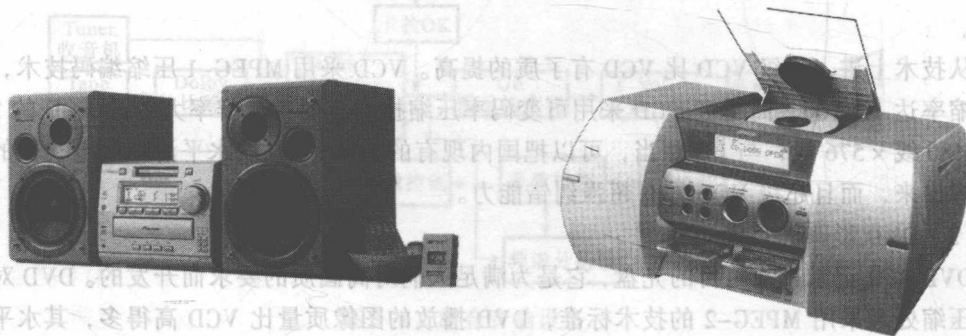

图 1-6 MD 立体声组合音响
如图 1-6 所示, MD 立体声组合音响产品的核心部分是微型音频数字光盘机 (MD), 它同音频功放、收音机、音箱等组成一套独立的音响系统。